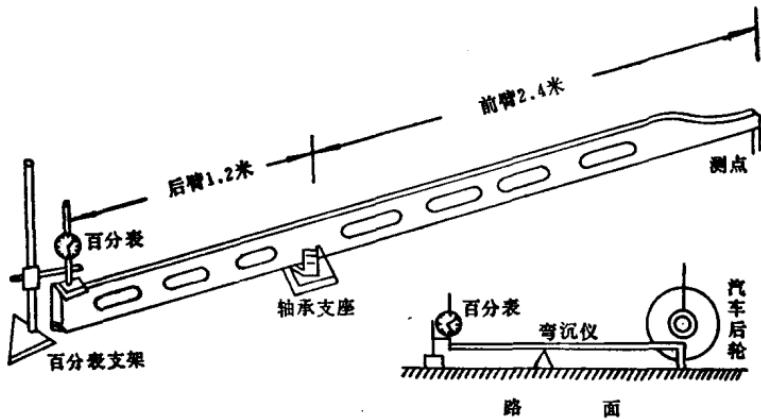

图3 弯沉仪及试验示意图
2. 做弯沉测定需要哪些东西？我国目前使用的弯沉仪，是用铝合金制成的（图3）。杠杆比（前臂长度与后臂长度的比）一般为2：1，试验用汽车，应选用行驶在该路段上主要车型作为标准车。目前一般用解放牌CA-10型为标准车，试验车要求轮胎用正常的规格，花纹清晰，没有明显磨损。